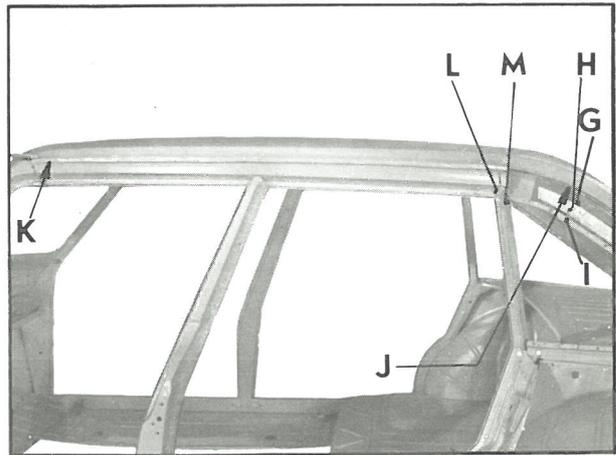

Fig. 2
- en* L (fig. 2) (deux points)
- en* M (fig. 2) (un point)
- en* G (fig. 2) (trois points)
- en* H (fig. 2) (deux points)